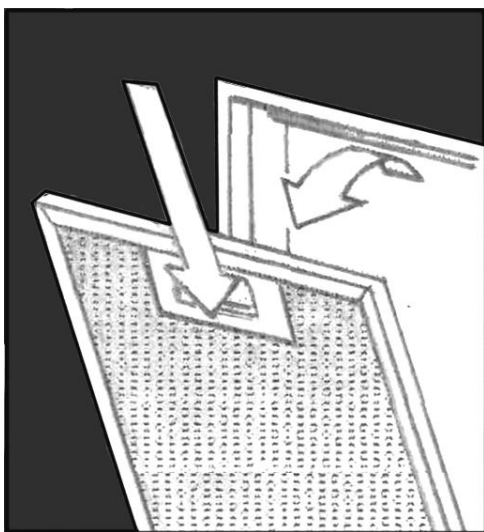

Рис.5
8.7 Для зняття алюмінієвого фільтра (**рис.5**) слід натиснути на пружинну засувку на фільтрі і, потягнувши на себе і вниз, витягнути з ніші корпусу витяжки. Установка фільтра виконується в зворотньому порядку. **Увага! Не встановлюйте фільтр після миття до його повного висихання.**